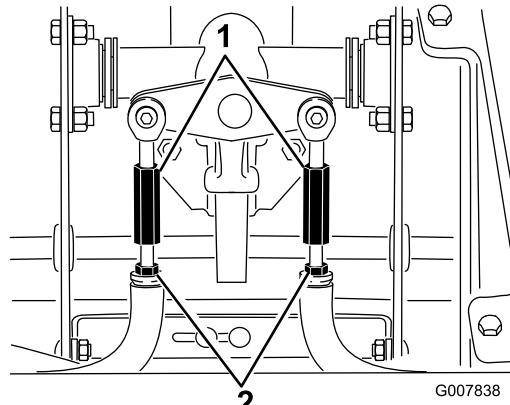

Figure 55
- Desserrez les écrous de blocage sur les tiges de déplacement, sous le panneau de commande (Figure 55).